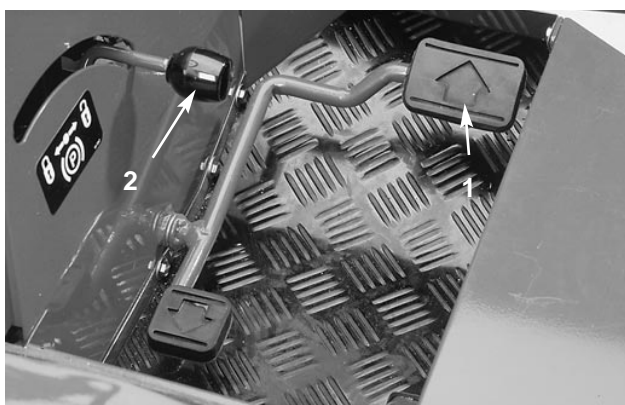
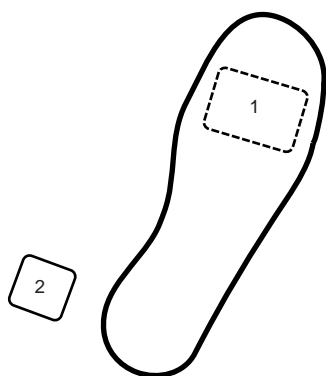

Fig. 8
Fig. 9
**Pedale di comando della trazione** (Fig. 8)—Il pedale di comando della trazione viene utilizzato per: 1) marcia avanti; 2) marcia indietro; 3) arrestare la macchina. Usare la punta o il tallone del piede destro per premere la parte superiore del pedale e fare marcia avanti, oppure la parte inferiore per fare marcia indietro o agevolare l'arresto durante la marcia avanti. Per arrestare la macchina lasciare che il pedale ritorni in folle, oppure metterlo in folle. Durante la marcia avanti non appoggiare il tallone in posizione di retromarcia (Fig. 9).
**Freno di stazionamento** (Fig. 8)—Quando il motore è spento è necessario innestare il freno di stazionamento per impedire il movimento accidentale della macchina. Il freno di stazionamento si innesta tirando indietro la leva. Dopo avere rilasciato il freno di stazionamento, e prima di fare marcia avanti, spostare leggermente indietro il tosaerba per rilasciare i freni.
**Leva del gas** (Fig. 8)—La leva del gas gestisce le varie velocità del motore. Spostarla verso l'alto per aumentare